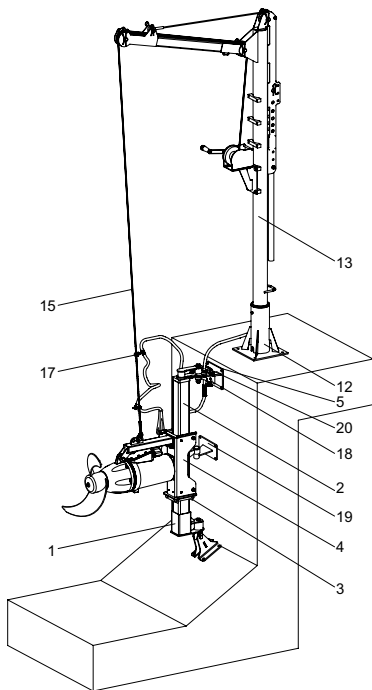

Рис. 6 Мешалки SMD и SMG
- кронштейн электродвигателя для монтажа на трубе стойки. См. рис. 6.
См. рис. 6.
6. В зависимости от длины стойки приварите поворотную часть промежуточного кронштейна крепления (19 на рис. 6) к стойке.
12. Закрепите ограничитель глубины (3) в правильном положении.
13. Просверлите отверстия под крепёжные винты для опоры крана (12 на рис. 6).